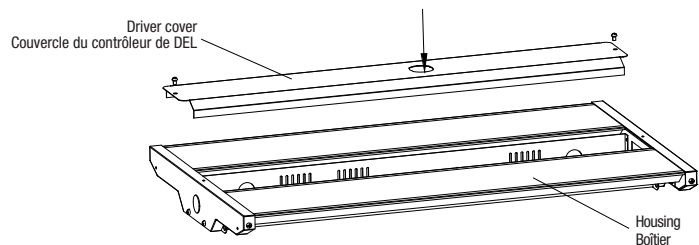

Fig. 2
2. Remove knock-out from driver cover (Fig.2).
2. Percer l'entrée défonçable du couvercle du contrôleur de DEL (Fig. 2).